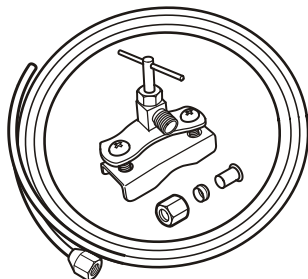

Figure 15
- Utiliser un tube de cuivre d'un diamètre extérieur de 1/4 po pour raccorder l'électrovanne au raccordement à l'eau domestique. **Ce tube n'est pas inclus dans la livraison (Figure 15).**